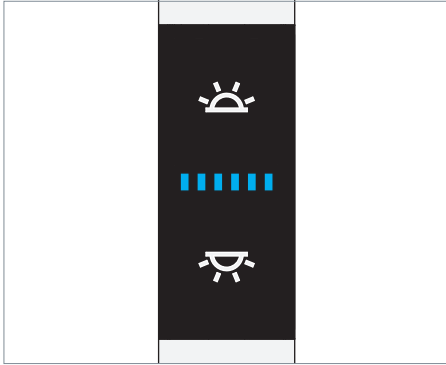

Fig. 9: Bedienelement.
- ▶ Drücken Sie die obere Taste, siehe Fig. 9.
- ▶ Drücken Sie die untere Taste, siehe Fig. 9.
- ▶ Drücken Sie die obere Taste und halten Sie diese Taste gedrückt, siehe Fig. 9. Nach ungefähr einer Sekunde verändert die Leuchte ihre Helligkeit.
- ▶ Drücken Sie die untere Taste und halten Sie diese Taste gedrückt, siehe Fig. 9. Nach ungefähr einer Sekunde verändert die Leuchte ihre Helligkeit.